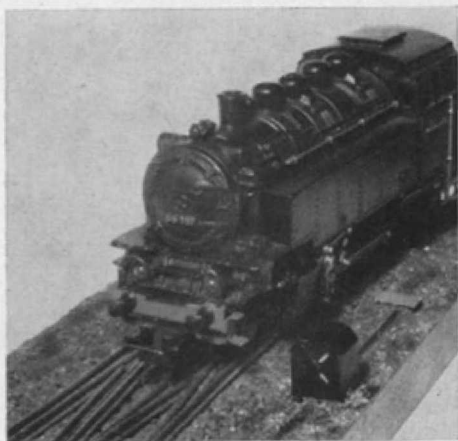

Abb. 1. In wohlausgewogenem Verhältnis zu (Modell-) Rod und Schiene steht unsere Dkw-Laterne!
Abb. 1 und 2. Alles ist zu erlernen, auch Schreinerarbeiten, wenn es gilt, den Rahmenunterbau für die Clubanlage zusammen zu zimmern. Zweifelsohne sind richtige Fachleute dabei, wie das Rahmenwerk erkennen läßt!
In Abb. 3a - n sind die einzelnen Teile unserer Dkw-Laterne und deren Betätigungsmechanismus dargestellt. Die Abwicklung des Laternenkastens (a) hat sich gegenüber der in Hest 3/X, S. 102 gezeigten nur insoweit geändert, als daß 1. die Abwicklung aus Zweckmäßigkeitsgründen in 2 Hälften geteilt ist, 2. nur zwei Befestigungslaschen vorgesehen sind und 3. die Bohrung für die Blendenlagerung (statt 1 mm) 1,5 mm beträgt. Diese etwas erweiterte Bohrung ist durch die andersartige Blendenausführung bedingt: Die Blenden sind wie beim Vorbild außen angebracht und jede für sich drehbar. Um dies zu erreichen, waren 2 bewegliche Achsen erforderlich und zwar eine aus 0,8 mm Draht und ein Röhrchen von 1,5 mm Außen- und 0,9 mm Innendurchmesser (e). Während der 0,8 mm Draht im 1,5 mm-Röhrchen gelagert ist, muß für das Röhrchen erst ein Lager geschaffen werden. Und zwar aus 1,5 mm Ms-Blech gemäß Abb. 1 (c) und Abb. 2. Wie aus der Zeichnung (A) hervorgeht, ist auf jeder Blendenseite ein Lager erforderlich. Daß die Lagerbohrung genau lotrecht sein muß ist wohl